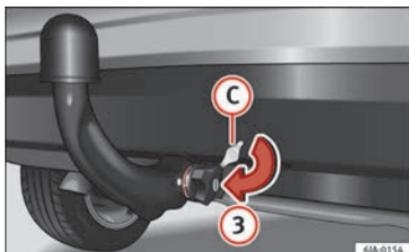

Fig. 199 Colocação da tampa da fechadura.
- Feche com chave (B) a fechadura da roda manual rodando a chave para a direita até ao limite, no sentido da seta (1) – a seta na chave indica o símbolo «fechadura fechada».
- Retira a chave no sentido da seta (2).
- Coloque a tampa (C) na fechadura da roda manual no sentido da seta (3) » Fig. 199.